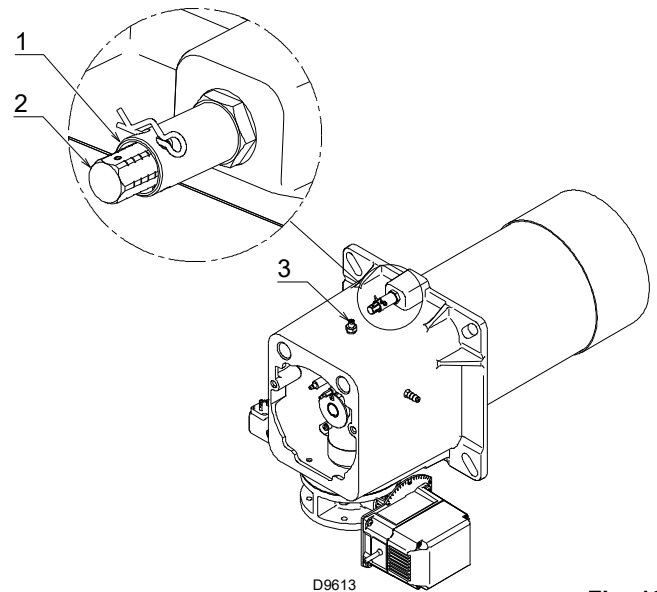

Fig. 18
Buscar en el diagrama (Fig. 18) la muesca con la cual regular el tornillo 2)(Fig. 18).
- Girar el tornillo 2)(Fig. 18) hasta que coincida la muesca encontrada con el plano delantero 1) de la brida.
Para facilitar la regulación, aflojar el tornillo 3)(Fig. 18), regular y después bloquear.